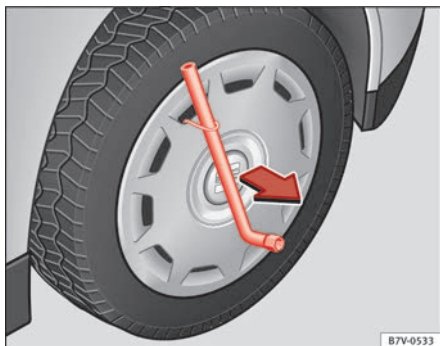

Fig. 179 Desmontar el tapacubos integral.
- Introduzca la llave para las ruedas en el gancho de alambre ⇒ fig. 179 y tire del tapacubos en el sentido que indica la flecha.